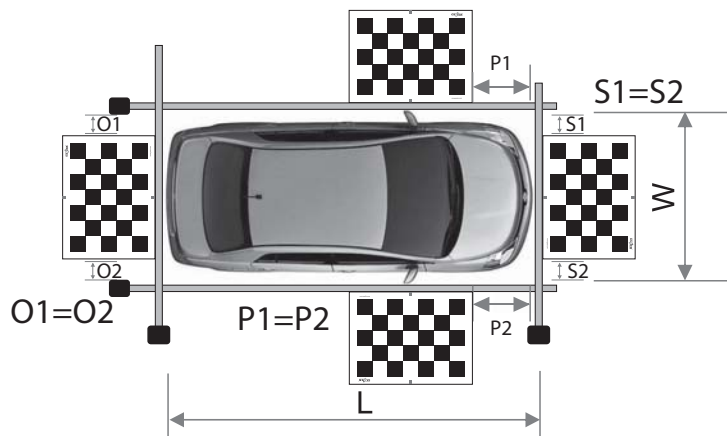

Рис. 4
1. Расположите калибровочные плакаты напротив каждой камеры согласно схеме ниже (Рис. 4). Красные метки на переднем и заднем калибровочных плакатах должны совпадать с центральной осью автомобиля. Красные метки на боковых калибровочных плакатах должны совпадать с уровнем зеркал автомобиля (местом установки камер в зеркалах).
2. Выполните измерения расстояний  $L$ ,  $W$ ,  $P_1$ ,  $P_2$  (Рис. 4).